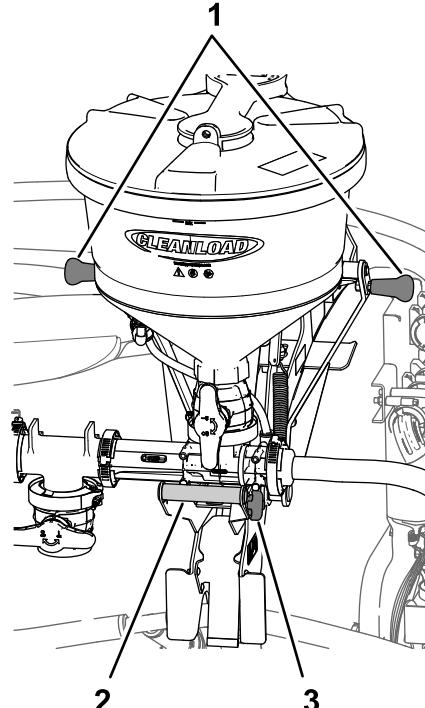

Bild 35
1. Fassen Sie den Ejektorgriff an und ziehen Sie den Riegelgriff von der Verriegelungsstrebe (Bild 35 und Bild 36).
2. Fassen Sie den Ejektorgriff oben an der Wiege zusätzlich zum Ejektorgriff an und ziehen Sie den Ejektorgriff nach außen, bis sich der Federclip vom Schwenkrohr löst (Bild 35 und Bild 37).